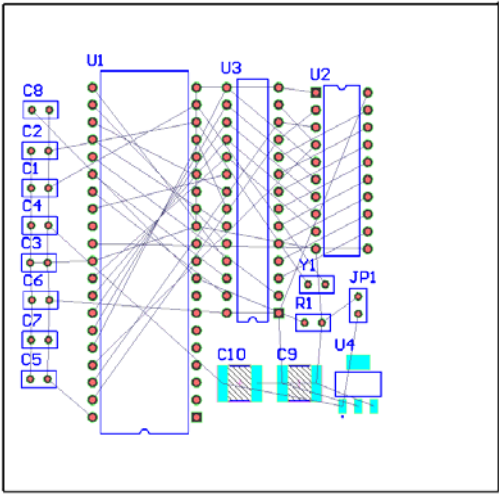

图 8-36 手动调整元件布局后的 PCB 布局
Step2 通过移动元件、旋转元件、排列元件、调整元件标注及剪切复制元件等命令，手动调整元件布局，调整完成的 PCB 布局如图 8-36 所示。